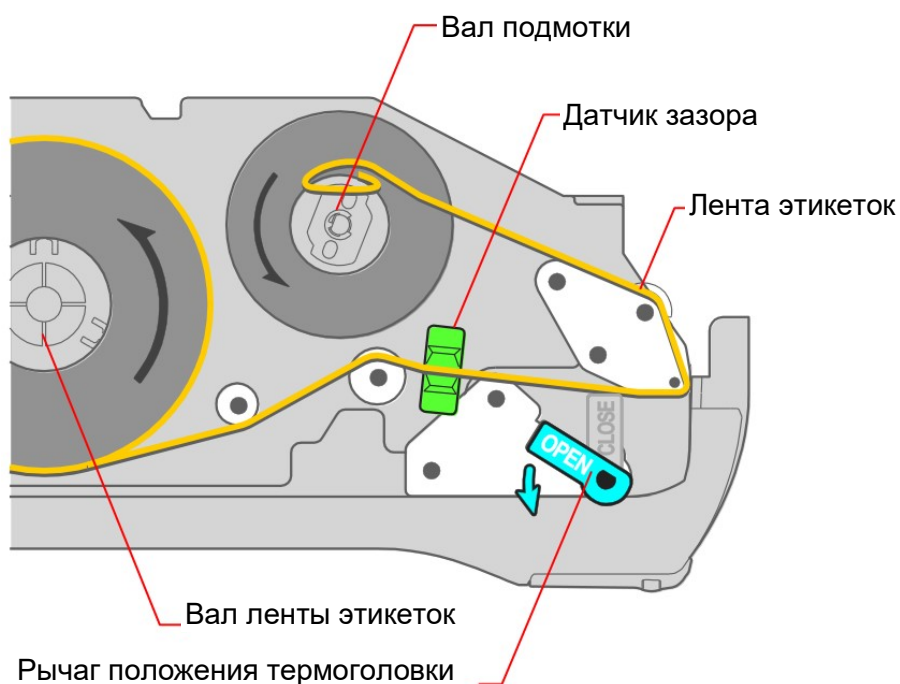

Рисунок 1.11 – Освобождение и прохождение ленты этикеток
2. С помощью рычага положения термоголовки освободите ленту этикеток (см. рисунок 1.11).
3. Установите рулон с новыми этикетками на вал ленты этикеток (см. рисунок 1.11), вытяните и пропустите ленту этикеток по валам и через датчик зазора так, как это показано на рисунке 1.11.